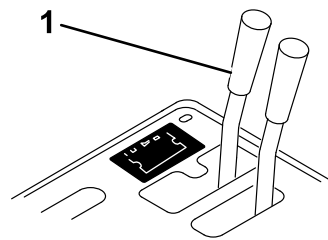

Bild 15
- Wenn Ihr Workman-Fahrzeug die Seriennummer 2399999999 und früher hat, bewegen Sie den ferngesteuerten Hydraulikventilgriff (Bild 15) in die Schwebestellung.